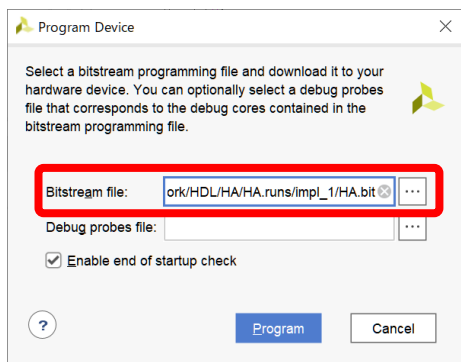

図 11.49 FPGA への実装の手順 15
- 18) 「Bitstream file」を選択する。書き込む Bitstream ファイルは、プロジェクトが保存されているフォルダ内の「(プロジェクト名) .runs」フォルダ内の「impl_1」フォルダ内に「(プロジェクト名) .bit」として保存されているので、「…」を選択し、該当するファイルを選択する (図 11.49)。